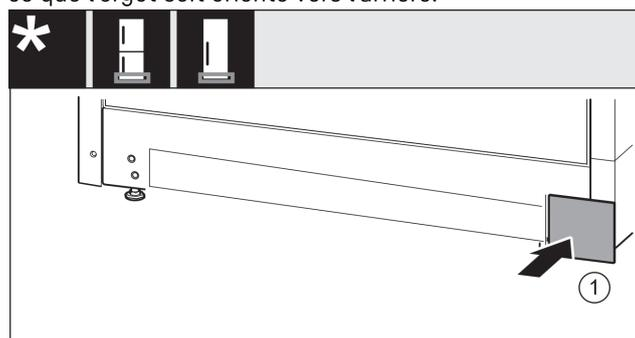

Fig. 17
- ▶ Remettre le cache Fig. 17 (1) en place de l'autre côté.